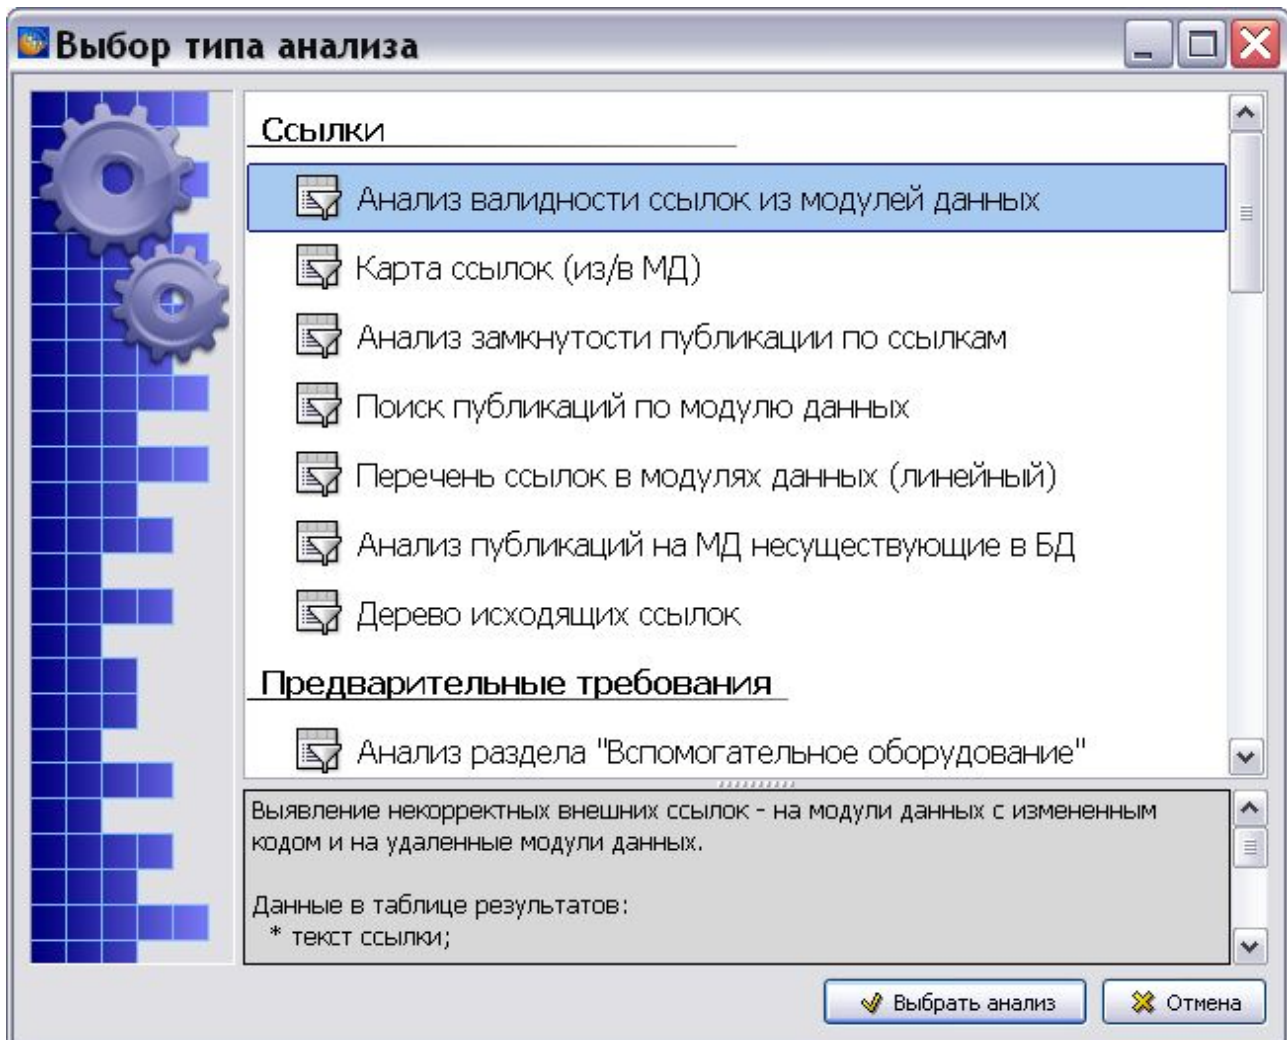

Рис. 8.118
4. В правой части диалогового окна **Структура раздела** выберите инструмент **Анализ БД** . При этом появится диалоговое окно **Выбор типа анализа** (Рис. 8.118).
В нижней части окна **Выбор типа анализа** выводится краткое описание выбранного типа анализа (Рис. 8.118).